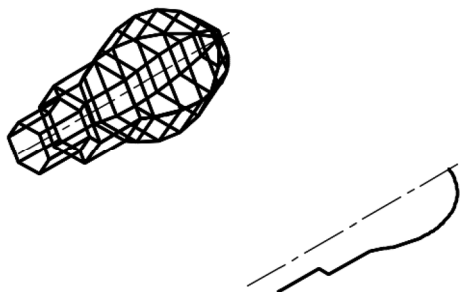

图 9-20 创建一个旋转网格对象
2) 在命令行中输入“REVSURF”并按〈Enter〉键，将左侧的多段线绕旋转轴（中心线）旋转 360°，如图 9-20 所示。在选择定义旋转轴的对象时，需要注意其拾取点位置，因为在旋转轴上所拾取点的位置会影响旋转的正方向，可配合用右手定则判定旋转方向。操作过程如下。